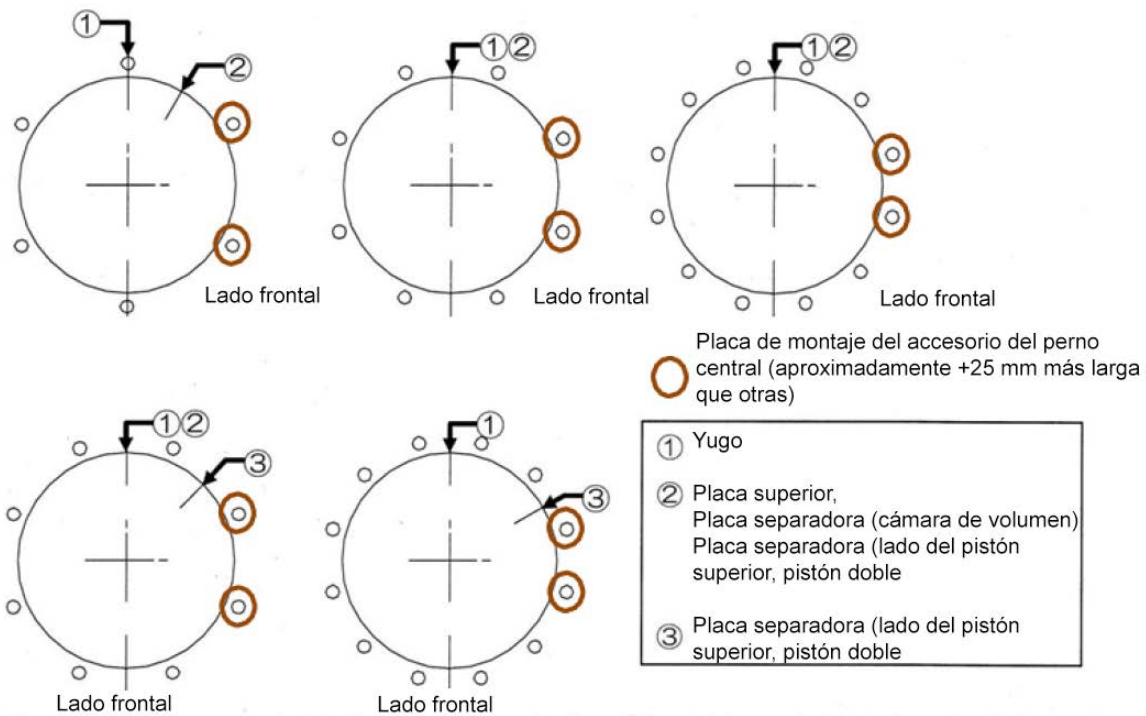

Figura 11 - Posicionamiento del perno central
10. Reemplace las juntas tóricas (21) y el anillo guía (16) con piezas nuevas. Cubra la junta tórica y el anillo guía con grasa de silicona (o equivalente).
11. Reemplace el tubo del cilindro (14), la placa separadora (69), el tubo de la cámara de volumen (70) y la placa superior (17). Cubra la superficie interna del tubo del cilindro con grasa de silicona (o equivalente).
12. Asegúrese de que las posiciones de las conexiones de aire sean correctas. Inserte los pernos centrales en los orificios de la placa superior y el yugo. Monte las arandelas de resorte y las tuercas y apriételas ligeramente a mano. Monte las arandelas de resorte y las tuercas en la parte inferior del yugo a mano. Asegúrese de que la posición de los pernos centrales (aproximadamente +25 mm más largos que otros) para la placa de montaje de accesorios, si está equipada, cumpla con la Figura 11.